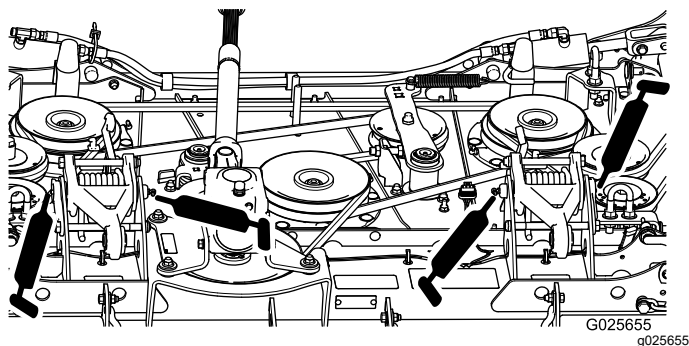

Рисунок 14
- Тяговые звенья дек (5 мест) (Рисунок 14)